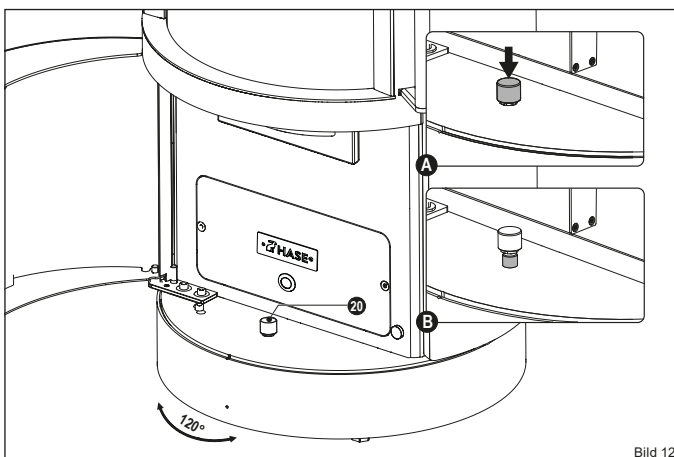

Bild 12
Der Taster (18) der Drehkonsole befindet sich bei Anlieferung in gesperrter Position (Bild 12):
- Drücken Sie auf den Taster (20), um die Sperrung zu lösen (Ausschnitt A).
- ✓ Wenn Sie die gewünschte Einstellung erreicht haben, drücken Sie den Taster (20) erneut, um die Drehkonsole wieder zu sperren.
Der Kaminofen hat einen maximalen Drehwinkel von 120 Grad (Bild 12).